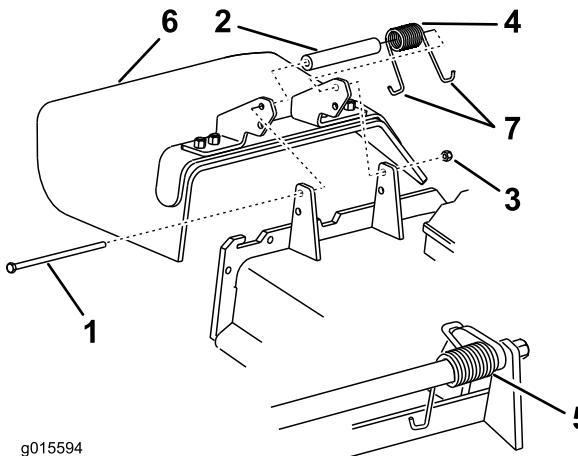

Figure 89
1. Retirez le contre-écrou, le boulon, le ressort et l'entretoise qui fixent le déflecteur aux supports de pivot (Figure 89).
2. Enlevez le déflecteur s'il est endommagé ou usé (Figure 89).
Remarque: Prenez soin de placer 1 extrémité en J du ressort derrière le bord du tablier avant de mettre le boulon en place, comme montré à la Figure 89.
6. Accrochez l'extrémité en J du ressort au déflecteur d'herbe (Figure 89).